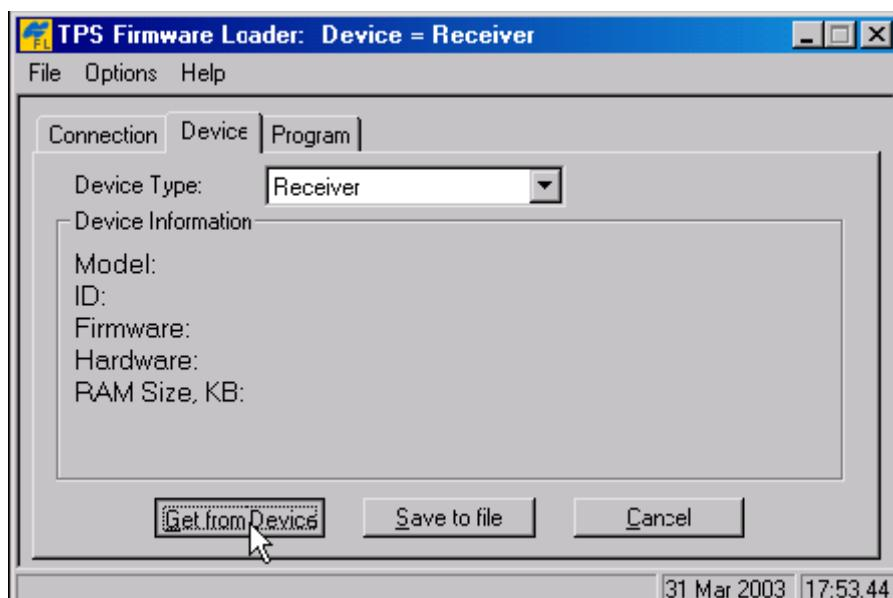

Рисунок 5-19. Установка типа устройства приемника
1. В программе FLoader выберите вкладку *Device* (*Устройство*), в ней для поля *Device Type* (*Тип устройства*) выберите значение *Receiver* (*Приемник*). После этого щелкните на кнопке *Get from Device* (*Опросить устройство*) для получения сведений об устройстве, см. рис. 5-19.